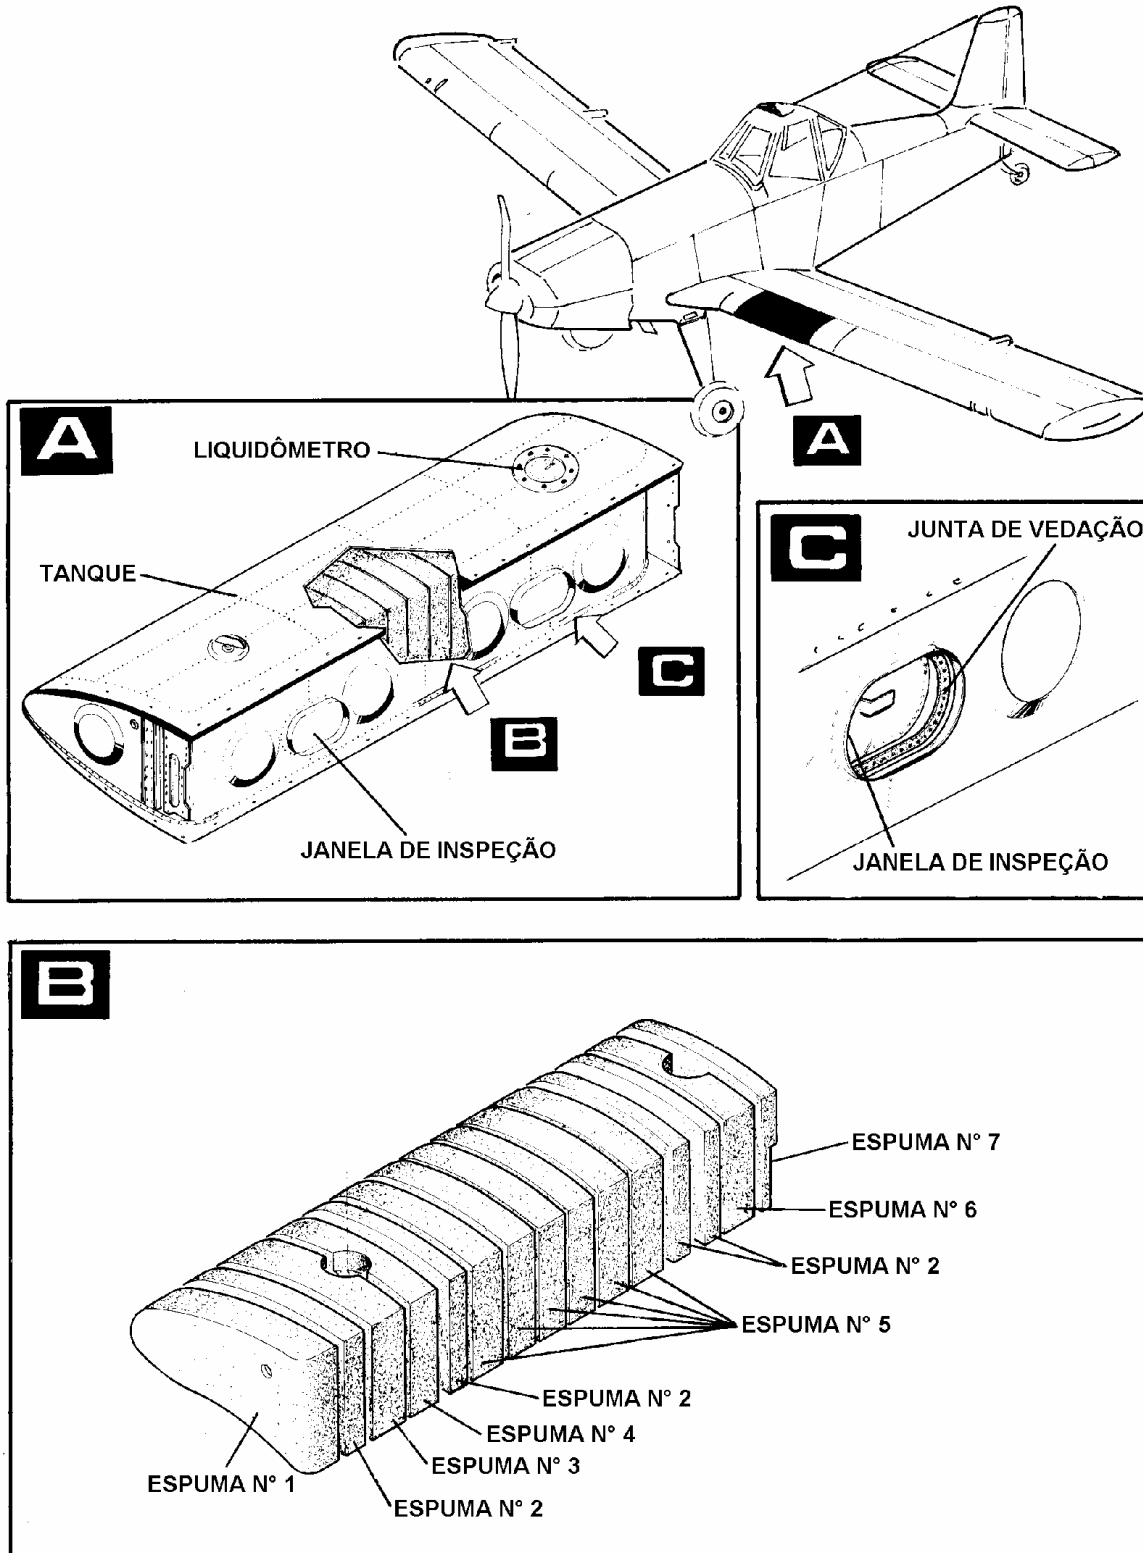

Figura 28-5. Instalação das Espumas do Tanque de Combustível
28-4. TANQUES DE COMBUSTÍVEL (Figura 28-5)
Os tanques de combustível são preenchidos com espuma antiexplosão. Esta espuma é composta por 15 peças que estão instaladas ordenadamente no interior de cada tanque (veja Figura 28-5). Ela elimina a possibilidade de explosão no caso de pouso forçado e/ou colisão contra o solo.
- a. Comprima e instale individualmente as espumas através das janelas na parede anterior do tanque. Embora as espumas sejam relativamente rijas, tome cuidado para não danificá-las durante a instalação (veja a Figura 28-5, para o correto posicionamento das espumas).